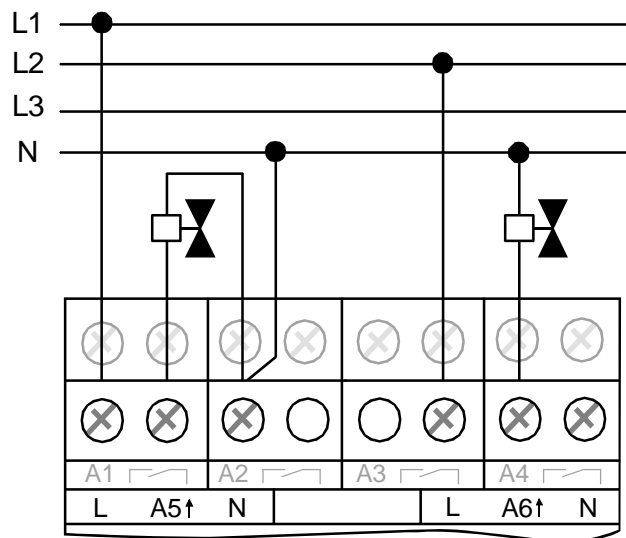

Bild 5: Elektrischer Anschluss für elektrothermische Stellantriebe
- Elektrothermische Stellantriebe gemäß dem folgenden Anschlussbeispiel (siehe Bild 5) anschließen
- ⓘ Die Neutralleiterklemmen (Kennzeichnung "N") neben den elektronischen Schaltausgängen sind ausschließlich als Anschlusshilfe für die Neutralleiter der Stellantriebe gedacht. Die Klemmen sind im Raumaktor mit keinem Spannungspotenzial und mit keiner anderen Anschlussklemme verbunden (freie Stützklemmen) und können somit optional verwendet werden (siehe Bild 5).